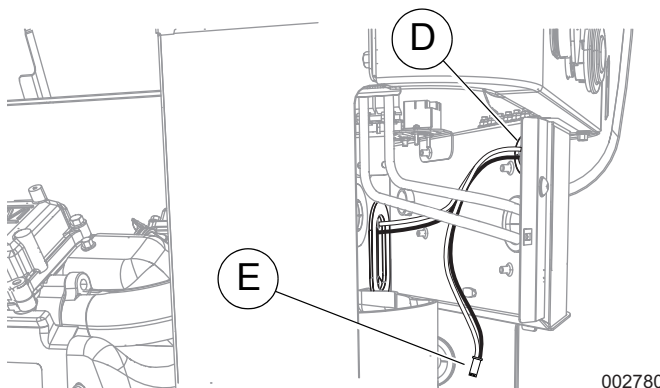

Figura 8. Cables conductores a la conexión del cliente (11 a 22 kW)
5. Vea la **Figura 8**. Pase los cables conectores a través del ojal protector del tablero de conexiones del cliente (D). Si el zócalo vacío del arnés en Y (E) no se conectará a un calentador de batería, enrrolle los cables y fíjelos con un amarre de cables de plástico. Fije todos los cables con amarres de cables de plástico separados 0.5 in. (1 cm) como mínimo de las mangueras de combustible.